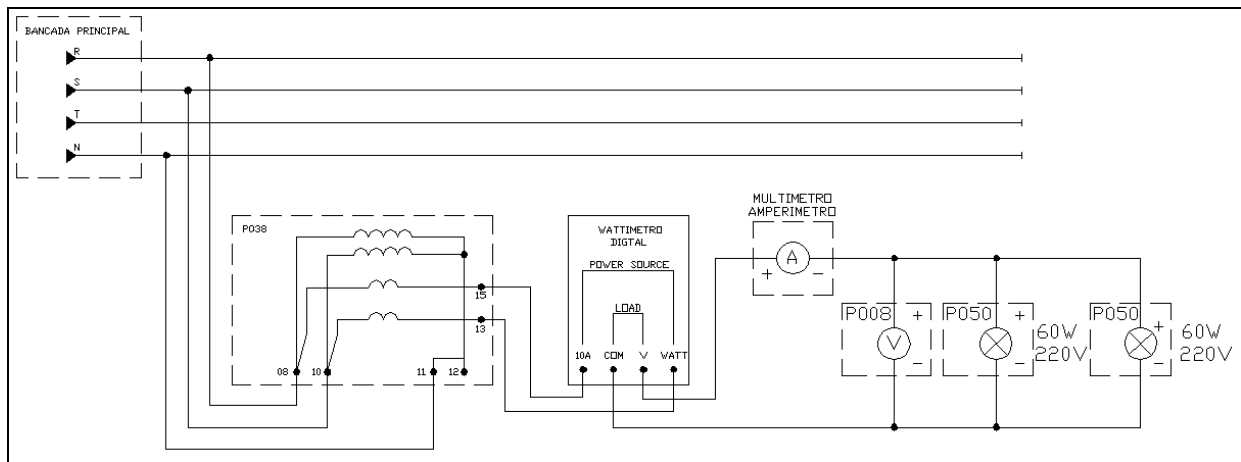

Figura 2 – Circuito para aferição da confiabilidade do medidor de energia.
4.1 Monte o circuito da **Figura 2** a seguir;